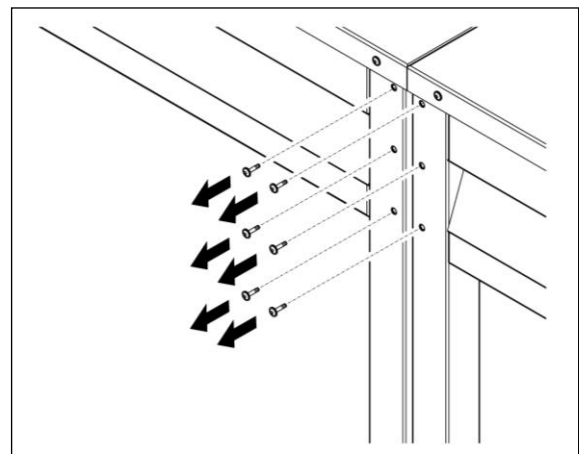

Fig. 3
4. Dévisser les vis pour le montage de la tôle de jonction de modules sur les deux appareils du côté client **et** du côté commande. **Fig. 3**